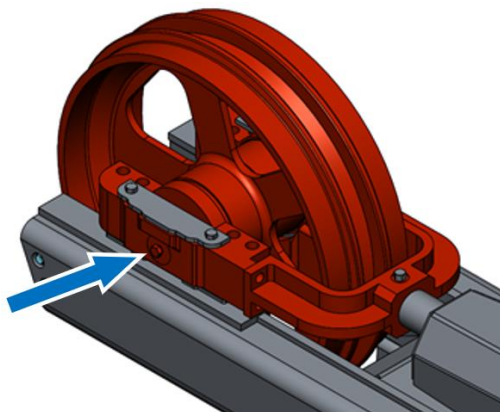

Рисунок 3.122. Внешний осмотр и процедура смазки натяжного колеса
- Проведите визуальный осмотр рис. 3.122.
Уровень масла проверять по вытеканию масла из каналов осей при вывернутых пробках, рис. 3.122.
- Выкрутить пробки на натяжном коле (на рис. 3.122 показано стрелкой);